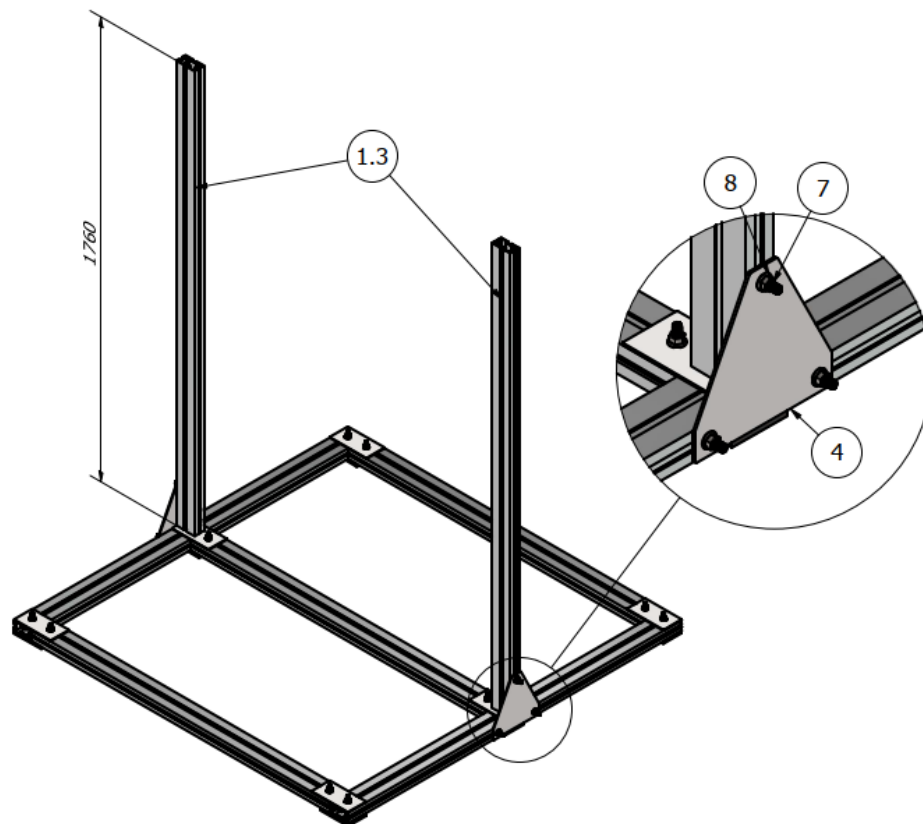

ABB. 4 Einbau der vertikalen Säulen
4. Schrauben Sie die vertikalen Pfosten **1.3** mit Hilfe des Blechs 4 an den Sockel, wie in Abb. 4 gezeigt.